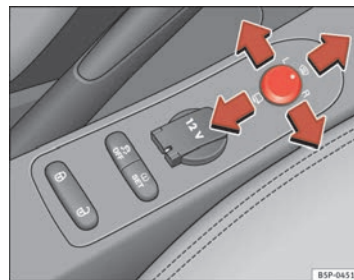

Abb. 87 Drehknopf für Außenspiegeleinstellung
1. Drehen Sie den Drehknopf ⇒ Abb. 87 in Stellung **L (linker Außenspiegel)**.
- Drehen Sie den Drehknopf nach vorne auf die mittlere Stellung ⇒ Seite 133, Abb. 87 , damit die Heizung der Außenspiegel und die Funktion der beheizbaren Windschutzscheibe* im Bereich der Ruhestellung der Wischerblätter eingeschaltet wird ⇒ Seite 129.
- Drehen Sie den Drehknopf ⇒ Seite 133, Abb. 87 in Stellung , um die Außenspiegel anzuklappen. Sie sollten die Außenspiegel immer anklappen, wenn Sie eine automatische Waschanlage durchfahren, um Beschädigungen zu vermeiden.